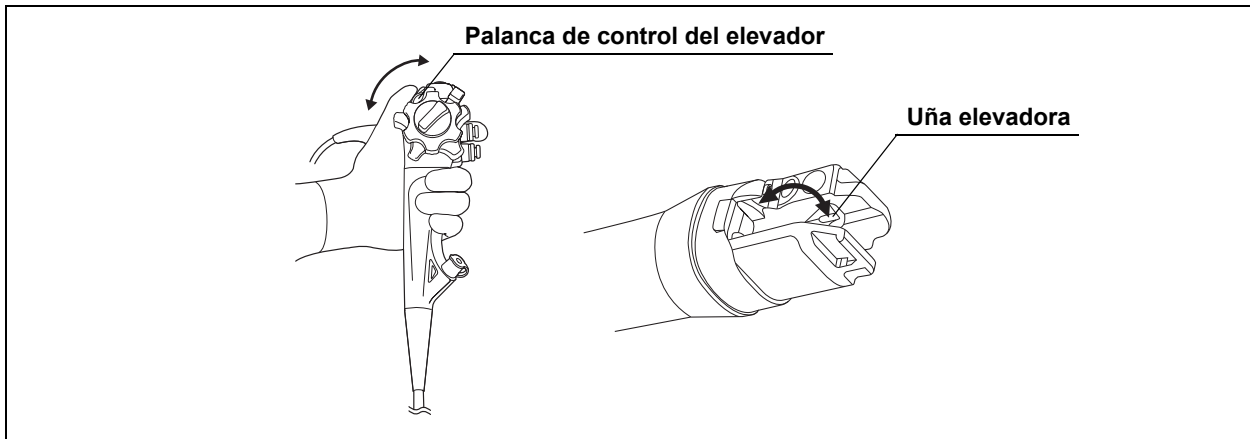

Figura 3.22
- 4** Compruebe que la uña elevadora permanece fija cuando se presiona desde atrás mientras mantiene fija la palanca de control del elevador. (Véase la figura 3.22)